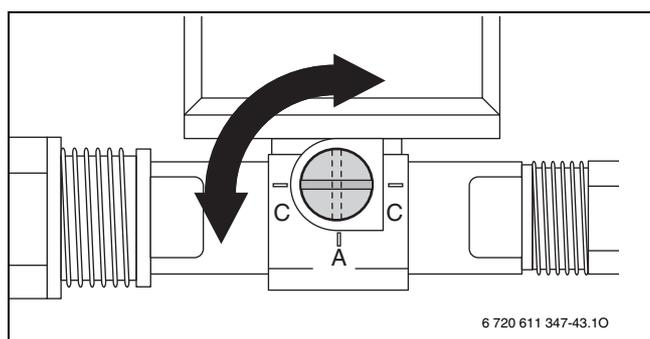

Fig. 29 Valvola di riempimento
- Accendere la caldaia per mezzo dell'interruttore principale 0/I (Fig. 29).